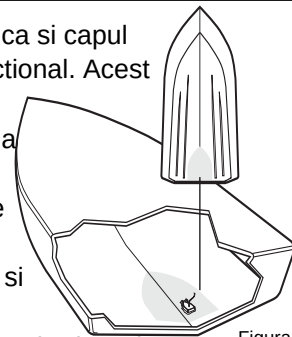

Figura 13
- In general, cu cat barca este mai rapida, cu atat ar trebui sa asezati transductorul catre partea din spate si aproape de linia axului central al carcasei pentru ca transductorul sa ramana scufundat in apa la viteza mare (Figura 13).